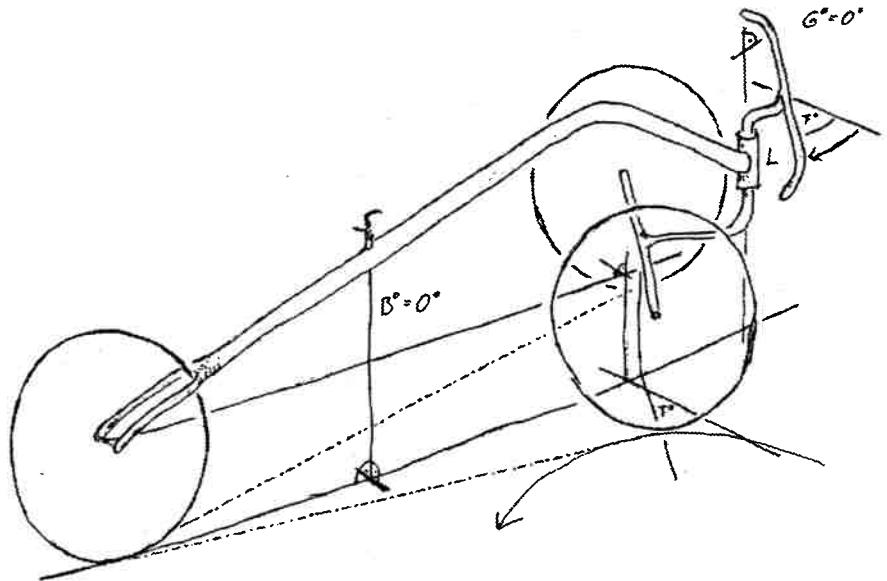

Abb. 1. Das Auslenken der Starrachse hat bei senkrechter Lenksäule L keine Kurvenlage des Schwerpunktes S und des Vorderrades zur Folge.
Die Kurvenlage meines Kurvenlegers wird durch den schrägen Winkel der Achse, um die die gelenkten Räder ausgelenkt werden, erzeugt (siehe Abb. 1 und 2). Dieser Winkel ist bei meinem Rad verstellbar, so daß eine beliebige Kurvenlage bei allen verschiedenen Kurvenradien erreicht wird. Der Lenkerbügel (Abb. 2 u. 3, Nr. 15) ist kardanisch aufgehängt, drehbar um die Achsen 15a und 15b. Bei einem Einschlag um die Achse (15a) wird durch den Seilzug (13) die Hinterachse (7) um das Drehgelenk verschwenkt, mithin die Räder (8,9) ausgelenkt. Bei Verschwenken des Lenkerbügels (15) um die Achse (15b) hingegen wird die Hinterachse (7) um die Achse (7) verschwenkt. Durch diese Bewegung kann die Neigung des Dreirades bei Kurvenfahrt beeinflusst werden. Je größer die Neigung der Drehachse (11) zur Vertikalen ist, umso höher ist die Seitenneigung bei Kurvenfahrt. Somit lassen sich sowohl die Ausschläge um das Drehgelenk (Einschlag der Hinterachse) als auch die Veränderung der Neigung des Drehgelenkes um die Drehachse (11) unabhängig voneinander ausführen.
Bild 1. HALF 1 als Labormuster eines zweisitzigen Muskel-Solar-Hybridfahrzeuges zur Hannovermesse 1994 erstmalig vorgestellt und danach in Halle, Magdeburg, Münster, Utrecht und im Ruhrgebiet getestet - Sieger der Tour de Ruhr, Klasse Mehrspurige Solarmofas.